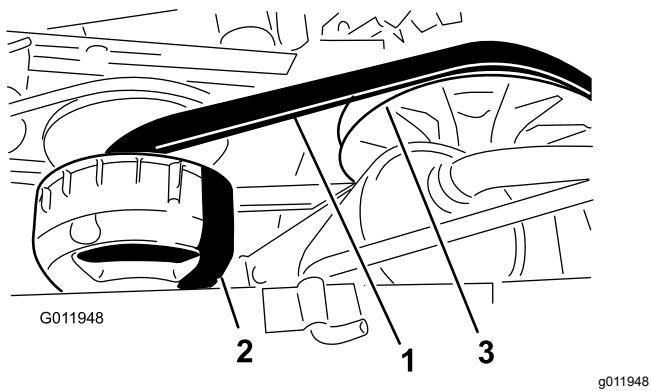

Figure 53
4. Faites tourner la courroie (Figure 53) pour vérifier qu'elle n'est pas excessivement usée ou endommagée.
3. Faites tourner la courroie et faites-la passer sur l'embrayage secondaire (Figure 53).
4. Enlevez la courroie de l'embrayage primaire (Figure 53).
5. Placez la courroie neuve sur l'embrayage principal (Figure 53).
6. Faites tourner la courroie et faites-la passer sur l'embrayage secondaire (Figure 53).